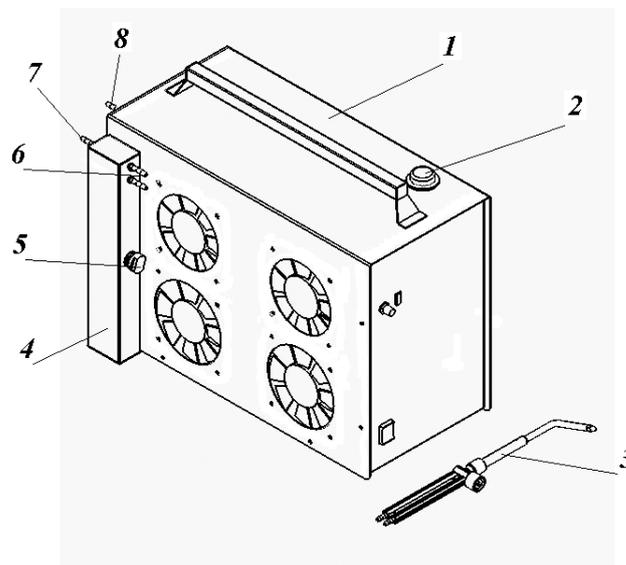
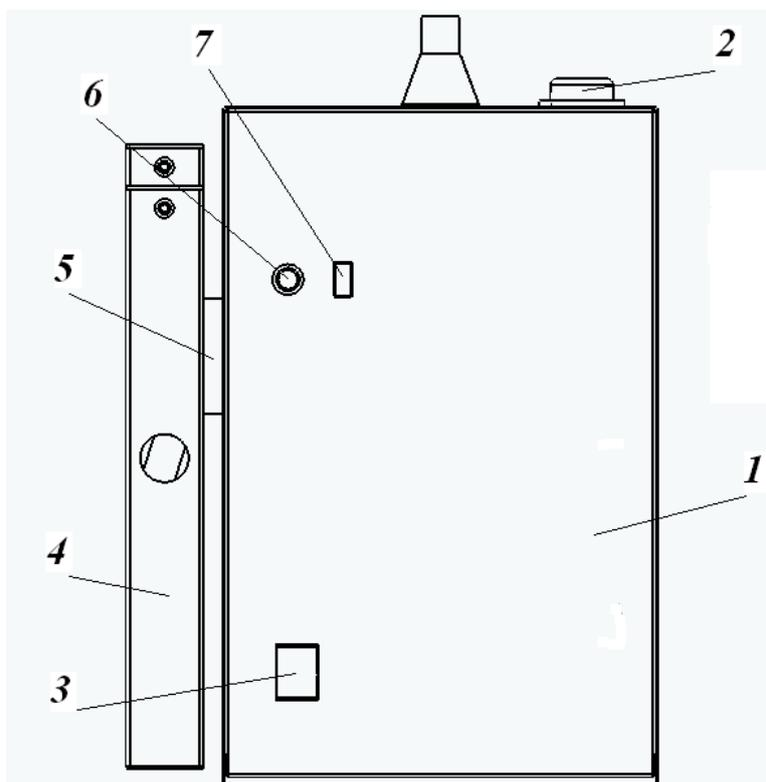
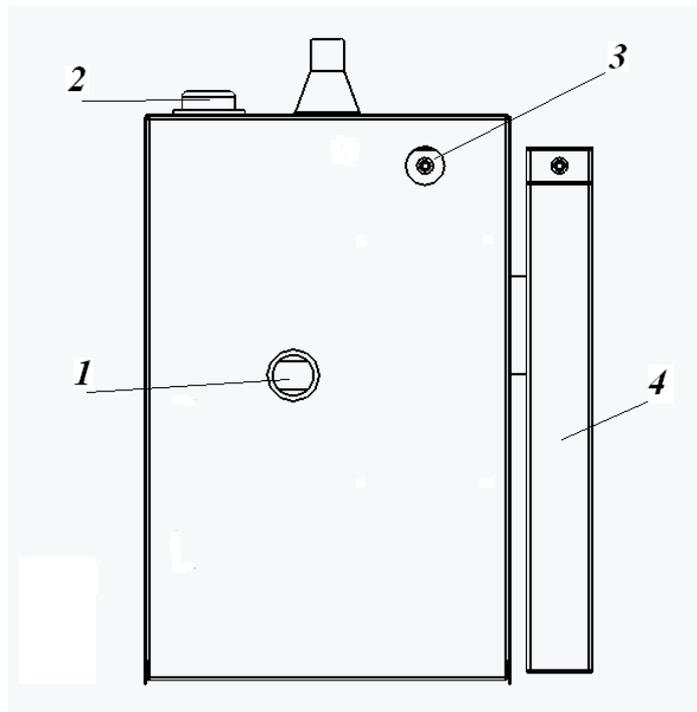

Рис.2 Внешний вид установки Лига-4
Рис.3 Лига-41 (вид спереди)
Рис. 5 Лига-41 (вид сзади)
4.1 Внешний вид установки приведён на рис.2.
дополнительными "сухими" огнепреградителями. Количество произведённой газовой смеси (производительность) регулируется с помощью регулятора тока 6 (Рис.3) и отображается на индикаторе 7(Рис.3) цифрой от 0 до 9. Если производительность установки не соответствует диаметру сопла горелки или засорены газовые магистрали, то внутри электролизёра увеличивается давление. При превышении давления над 0,6 атм. срабатывает аварийный датчик давления, который, воздействуя на силовой блок, выключает ток через электролизёр 1 и подаёт звуковой сигнал, при этом на индикаторе 7(Рис.3) загорается символ "Р". В случае выработки всего запаса дистиллированной воды срабатывает датчик уровня, который выключает ток через электролизер и подаёт звуковой сигнал, при этом на индикаторе 7(Рис.3) загорается символ «U».
4.2 Внешний вид охладителя-обогапителя приведён на рис.2.
6.3 Произвести установку охладителя-обогапителя 4(Рис.3) в направляющих 5(Рис.3) на корпусе электролизера 1(рис.3) и соединить его шлангами с электролизером и горелкой. Входной штуцер 7(рис.2) соединить коротким шлангом с выходным штуцером 8(рис.2), выходные штуцера 6(рис.2) соединить длинными шлангами с входными штуцерами горелки (порядок соединения безразличен). Тщательно затянуть хомуты на шлангах, накидную гайку и сопло горелки.
7.1 Ручку регулятора тока 6(рис.3), расположенную на лицевой панели силового блока, вывести в крайнее левое положение (против часовой стрелки).
3(Рис.3) при этом заработают вентиляторы. Ручку регулятора тока плавно повернуть по часовой стрелке до загорания необходимой цифры на индикаторе 7(рис.3).
7.3 Регулирование расхода газовой смеси осуществляется ручкой регулятора тока 6(Рис.3).
Предварительно необходимо заправить охладитель-обогапителъ углеводородом (например **бензолом** или бензином). Для этого снять охладитель-обогапителъ с направляющих 5(рис.3), открутить пробку 5(рис.2) и ***предварительно слив отстой*** из образовавшегося отверстия в это же отверстие залить до 100мл **бензола** или другого углеводорода (примерно на 1 час непрерывной работы). Затем закрутить пробку 5(рис.2) и установить охладитель-обогапителъ на место. По мере работы необходимо доливать углеводород в охладитель-обогапителъ.
7.5 Гасить горелку следует резко сдуть пламя, как при гашении свечи. После этого выключить электролизёр. Если пламя не сдувается, можно просто регулятором тока 6(рис.3) выключить электролизёр, при этом будет слышен негромкий щелочек (сработают "сухие" огнепреградители). После выключения электролизёра следует повернуть любую из ручек регуляторов горелки в среднее положение.
7.7 Во время работы уровень электролита в электролизере понижается, поэтому периодически или при срабатывании датчика уровня (звуковой сигнал с одновременным загоранием сигнала «U» на индикаторе 7(Рис.3)) необходимо восстанавливать уровень электролита, доливая в электролизер ***дистиллированную*** воду. Для этого нужно выключить установку из сети, убедиться, что сливная
пробка 1(Рис.5) плотно завинчена, вывернуть пробку из заливной горловины 2(рис.2) и в образовавшееся отверстие с помощью **чистой** воронки долить **дистиллированной** воды столько, чтобы она появилась у нижнего среза заливной горловины. Доливать воду следует аккуратно, следя за тем, чтобы капли жидкости не попадали на корпус установки. При попадании жидкости на корпус установки заправку следует немедленно прекратить и удалить следы протечки с корпуса установки. После окончания залива необходимо завернуть пробку заливной горловины на прежнее место.
8.1 Через каждые 250-300 часов работы, но не реже одного раза в год следует провести замену электролита, при этом необходимо выработать весь запас воды до срабатывания датчика уровня. При смене электролита: вывинтить пробку 1(рис.5) из сливного отверстия. Завернуть вместо пробки сливное устройство и поставить электролизёр вертикально сливным отверстием вниз. Затем вывинтить пробку из заливной горловины 2(рис.5) и вылить электролит из электролизера. Залить (см. п.7.7) и вылить из электролизера один, два раза **дистиллированную** воду (прополоскать). Затем через заливную горловину 2(Рис.5) с помощью